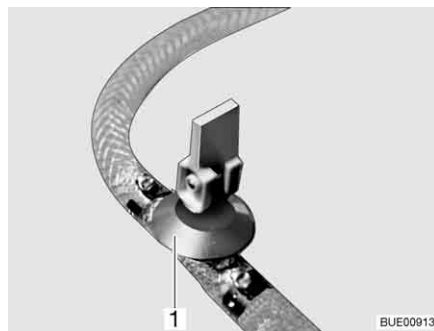

Fig. 214 Rubinetto di scarico
- Chiudere il rubinetto/i rubinetti di scarico. A questo scopo posizionare orizzontalmente la leva a bilanciere (Fig. 214,1).
- Aprire il rubinetto/i rubinetti di scarico (Fig. 214). A questo scopo posizionare verticalmente la leva a bilanciere (Fig. 214,1). Il boiler viene svuotato verso l'esterno.